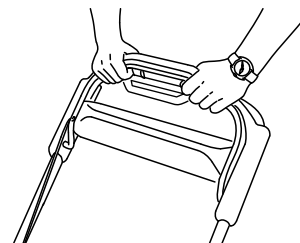

Figure 21
3. Maintenez la barre de commande des lames contre le guidon (Figure 21).